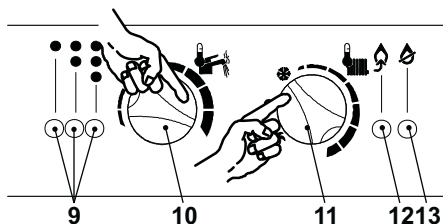
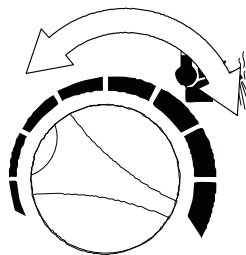

Fig. 7.13
Fig. 7.15
- Colocar el conmutador de función 11 igual que en la Fig. 7.13; los indicadores luminosos de señalación 9 parpadearán con una intermitencia de uno segundo aproximadamente.
- Si no se muestra esta secuencia, pulsar el botón de restablecimiento 12 de la Fig. 7.13 hasta que se llegue a la visualización (4 veces).
- Para cambiar la programación, girar el mando de regulación de temperatura de los sanitarios 10 en la Fig. 7.13 y colocarla en el valor deseado (Fig. 7.15), la luz de señalación de bloqueo e parpadea rápidamente.